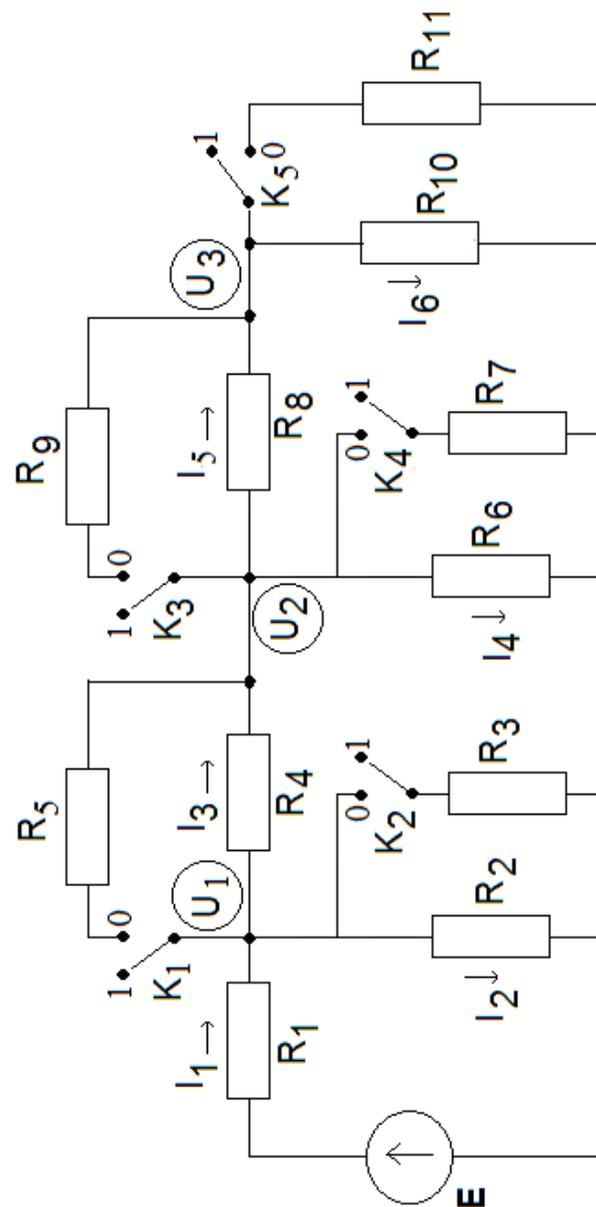

Рис. 8.
1. В схеме цепи, показанной на рис. 8, установите ключи $K_5 \div K_1$ в положение, соответствующее **двоичному коду** Вашего номера N по модулю 32 в списке группы (таблица кодов в приложении 1), кодовая запись имеет вид $K_5K_4K_3K_2K_1$, значения $K_i = 0$ или 1, $i = 1, 2, 3, 4, 5$. Зарисуйте полученный вариант электрической цепи. Значения сопротивлений элементов цепи в **Омах** определяются выражением
где G - номер группы, N - номер студента в списке группы, k - номер сопротивления в схеме на рис. 8. Значение ЭДС E источника примите равным 10 В.
2. Постройте модель полученной цепи постоянного тока в программе MicroCAP, проведите моделирование, опишите его в отчете, определите обозначенные на схеме рис. 8 токи I_1, I_2, I_3, I_4, I_5 и I_6 , представьте результаты в табл. 1.
4. С помощью закона Ома рассчитайте обозначенные на рис. 8 токи I_1 , I_2 , I_3 , I_4 , I_5 и I_6 , полученные значения в микроамперах внесите в табл. 1 и в АКООС, тема 25, согласно табл. 1.